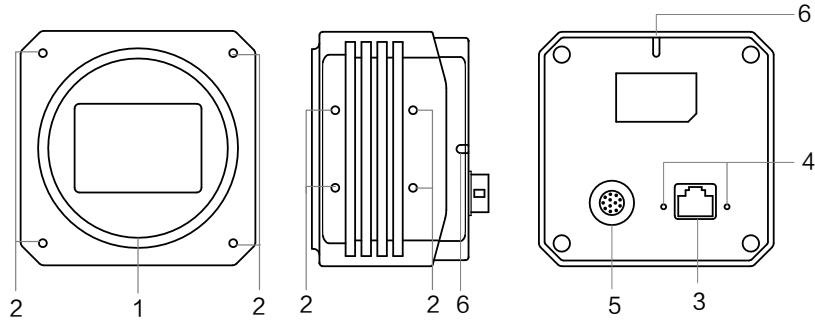

图4-4 M58 口, 不带风扇
- 图4-4为 M58 口，不带风扇的千兆网口面阵相机外观。
- M58 口，不带风扇（图4-4）